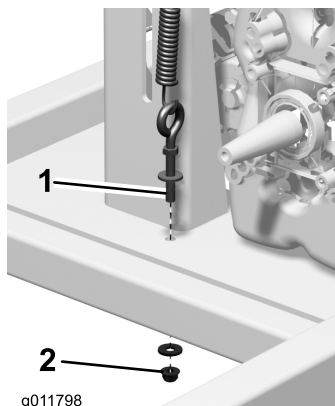

Figura 56
- A. Allentate il dado inferiore presente sul bullone ad occhio e svitatelo fino a portarlo all'estremità del bullone (Figura 56).